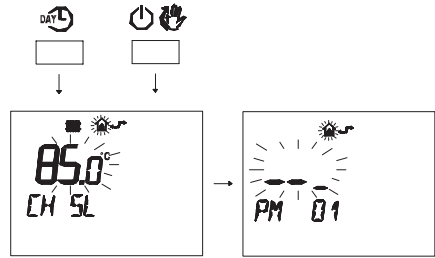

Figura 5.49
- Premere contemporaneamente i pulsanti **DAY** e **ON/OFF** per entrare nella programmazione trasparente (Figura 5.49).